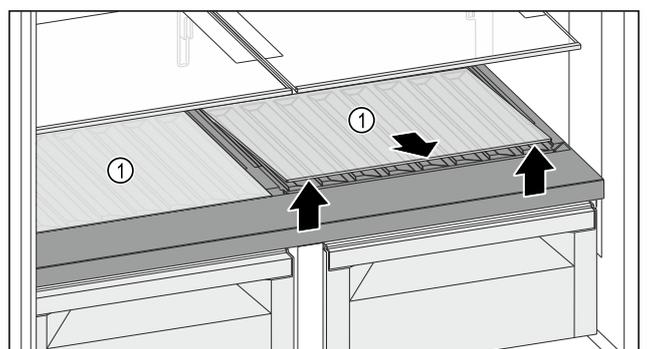

Fig. 124
- ▶ Soulever la plaque de verre ou les deux plaques de verre Fig. 124 (1) au niveau de l'évidement avant de la/les retirer.
- ▶ Entreposer la/les plaque(s) de verre Fig. 124 (1) dans un endroit sûr hors de l'appareil.